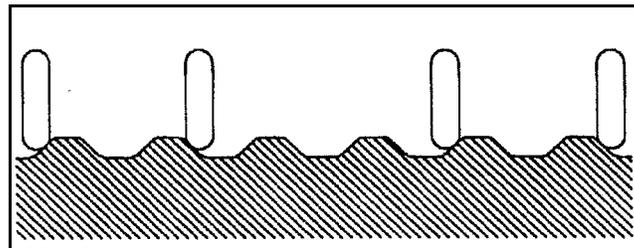

Figura 16. Posição da roda
Para compensar a mudança de profundidade, mova os rodízios contra a lateral do canteiro externo (consulte a Figura 16). As rodas tenderão então a escalar a lateral do canteiro e impedirão que os manguais batam na parte superior do canteiro.
1. Eleve todos os cilindros de elevação do triturador até a altura máxima de elevação. Dobre as travas de transporte para a posição (consulte a Figura 16). Abaixee o cilindro sobre a trava de transporte. Verifique se todos os cilindros assentaram no ponto inferior.